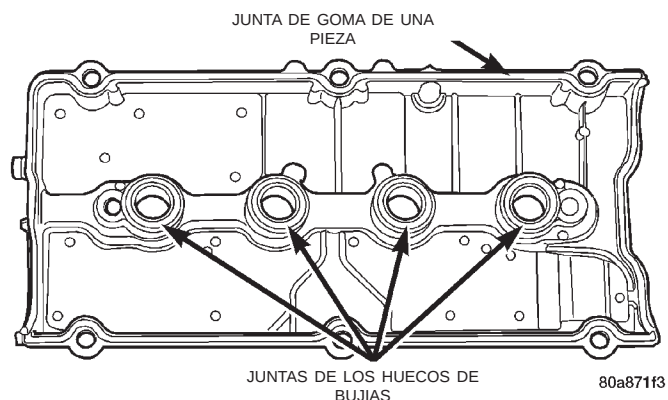

Fig. 31 Junta de la tapa de culata y juntas de bujías
- (1) Instale las juntas de la tapa de culata y los pozos de bujías nuevas (Fig. 31).